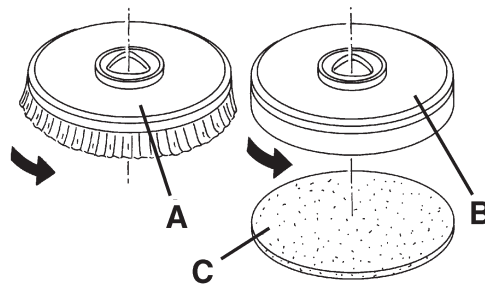

Abbildung 1
1. Die Bürste (A, Abb. 1) oder der Padhalter (B) unter dem Kopf (14) stellen.
2. Den Kopf mit dem Pedal (8) auf die Bürste/den Padhalter absenken.
3. Netzkabel (3) ans Stromnetz anschließen.
4. Um die Bürste oder den Padhalter anzukuppeln, den Schalter (51) während einigen Sekunden drücken.
5. Um die Bürste oder den Padhalter anzukuppeln, ist es genug nur einen Schalter (55) zu drücken.